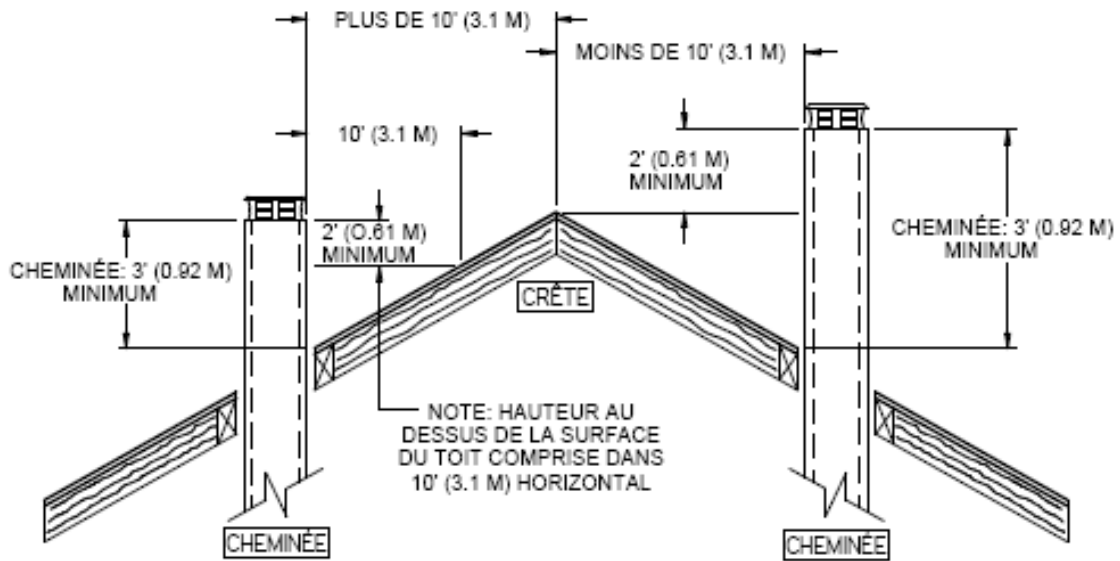

Figure 7a
6. La cheminée doit dépasser d'au moins 3 pieds (92 cm) au-dessus de son point de sortie du toit et d'au moins 2 pieds (61 cm) tout mur, toit ou édifice situé à moins de 10 pieds (3,1 m). Consultez les Figures 7a et 7b pour déterminer la configuration qui s'applique à votre toit (toit en pente ou plat et distance entre la cheminée et le point le plus élevé du toit et/ou la cheminée la plus proche.)